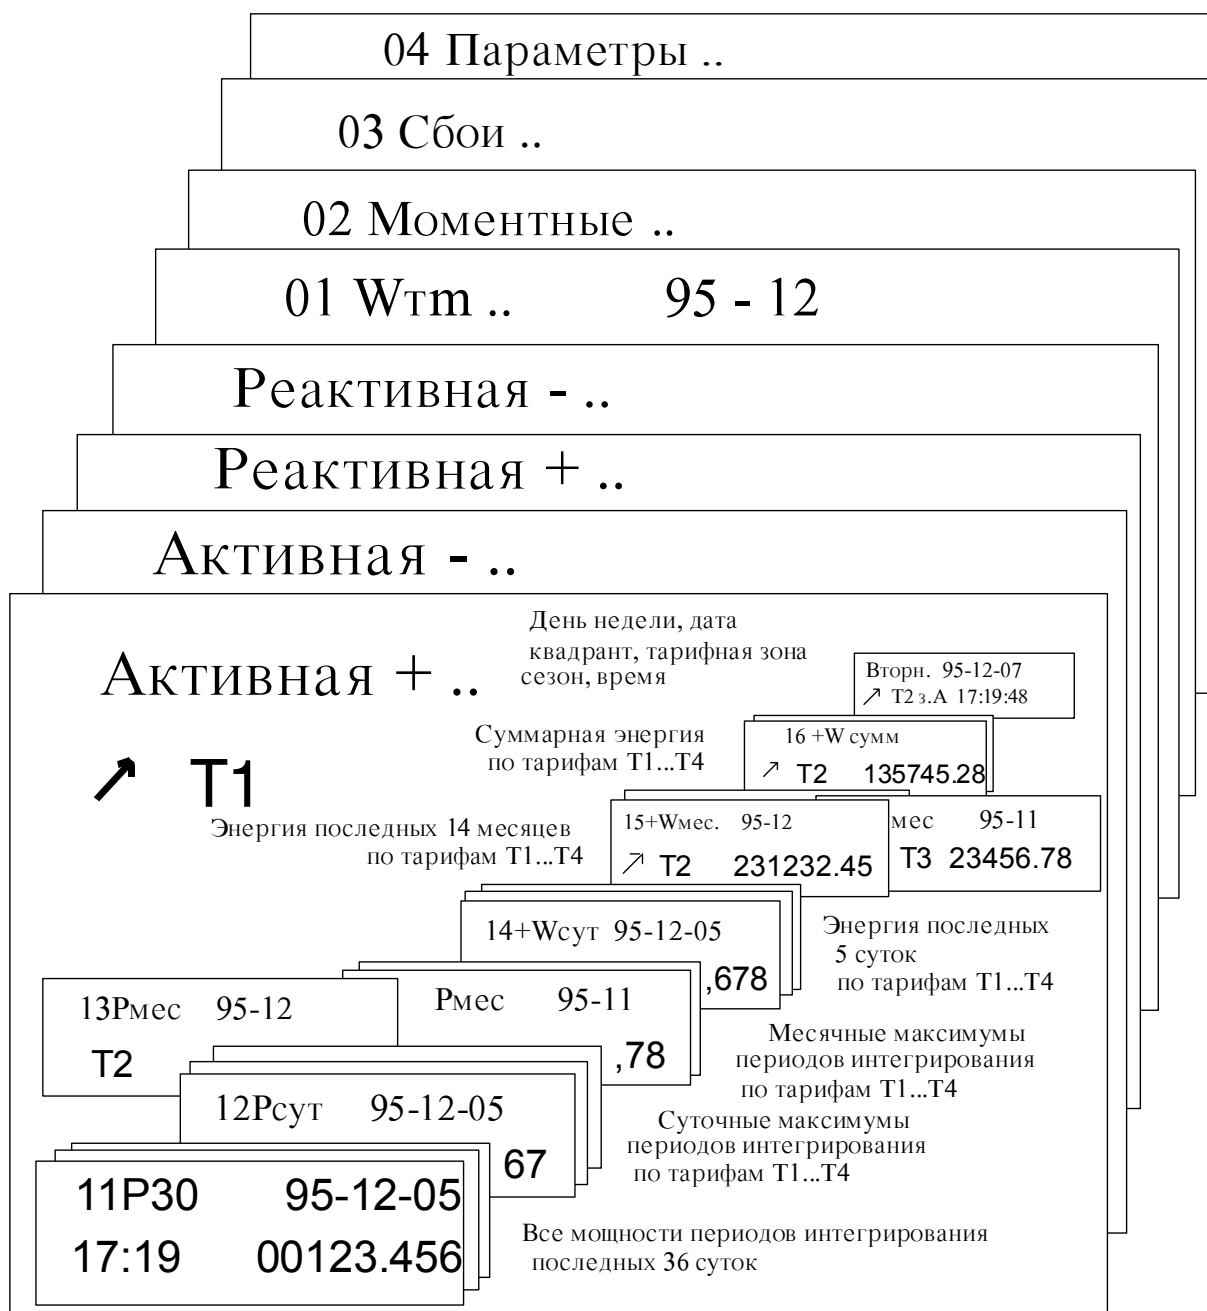

Рис. 2.1. Основное меню счетчика
2.8.3. Счетчик имеет буквенно-цифровой 32-значный двухрядовый индикатор на жидких кристаллах, предназначенный для вывода данных. На этом индикаторе регулярно выводятся параметры 11 ... 16, представленные в таблице 2. С помощью длинных (более 2 секунд) и коротких (менее 0.5 секунд) световых импульсов, осуществляется подсветка фототранзистора, находящегося на передней стенке счетчика (Рис. 7) и на индикатор последовательно выводятся все указанные в таблице 2 данные, которые хранятся в счетчике или которые измеряются в реальном времени. Примеры отображения данных на индикаторе представлены на Рис. 2.1 - 2.5.
Начальный длинный световой сигнал останавливает циклическую индикацию, и на индикаторе выводится запись "Активная + .." (см. Рис. 2.1). С помощью коротких световых сигналов можно последовательно вызвать меню 2 ... 4, 01 ... 04: "Активная -", "Реактивная +", "Реактивная -", "Wtm", "Моментные", "Сбои", "Параметризация". После выбора желаемого меню вход в него осуществляется с помощью длинного светового импульса. Содержание каждого меню 1 ... 4 аналогично содержанию меню "Активная +", которое
изображено на Рис. 2.1. С помощью коротких световых сигналов избирается наименование искомого параметра 11-16 ... 41-46.
Схемы поиска других параметров показаны на Рис. 2.1 - 2.5. Желаемая группа параметров избирается с помощью коротких световых импульсов, а ее пересмотр осуществляется с помощью длинных световых импульсов. Параметры внутри группы избираются с помощью коротких световых импульсов.